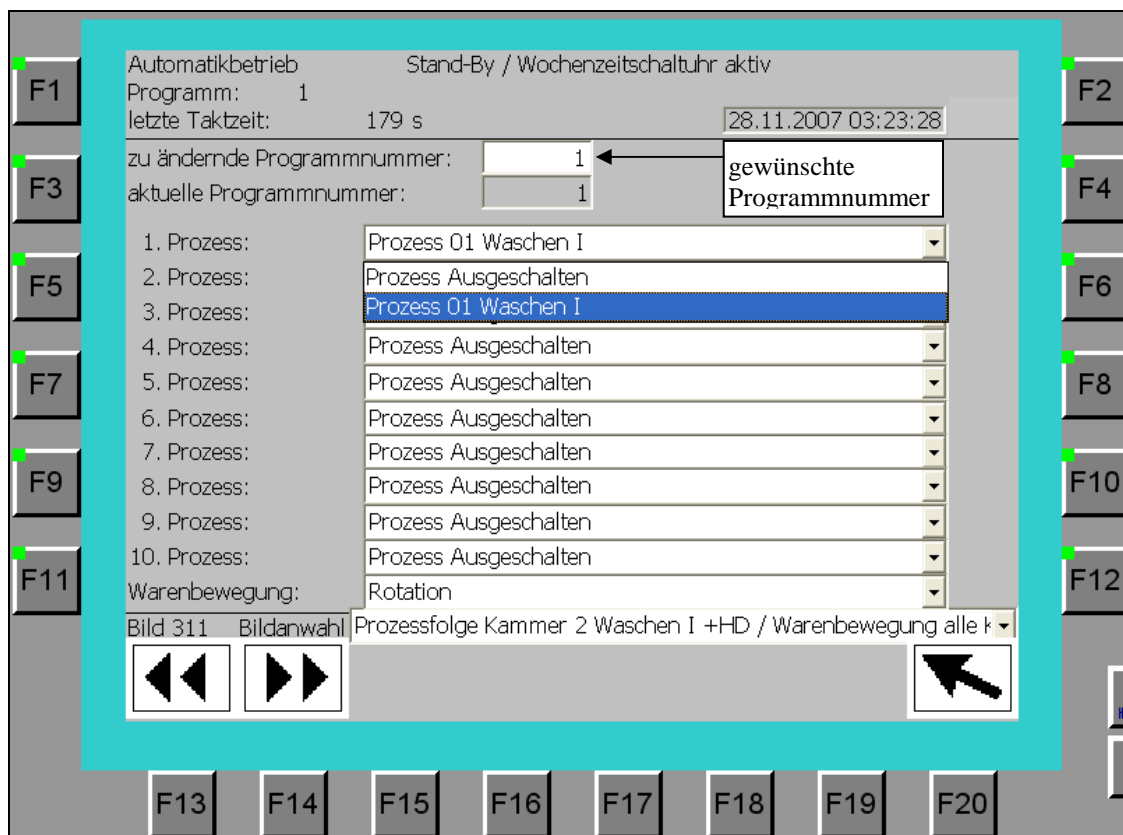

Bild 3.0
- Mit den Funktionstasten **F13** oder **F14** auf unten stehendes Bild 3.0 gehen, bzw. dieses Bild direkt über die Bildanwahlleiste auswählen, dazu geht man mit dem Cursor auf die Bildanwahlleiste, betätigt die ENTER-Taste und wählt mit den Pfeiltasten das gewünschte Bild 3.0 (hier Bild 311, Bildnummer entspricht der am MP) aus, Anwahl muss immer mit ENTER bestätigt werden.
- Zuerst immer die Nummer des zu bearbeitenden Programms eintragen, siehe Bild 3.0 und mit ENTER übernehmen.
- Dazu mit der Pfeiltaste auf das gewünschte Eingabefeld gehen und die Auswahl mit ENTER anwählen, siehe Bild 3.0, mit dem Cursor die Auswahl treffen, wird blau hinterlegt und mit der ENTER-Taste übernehmen.
- In die Bilder zur Anwahl der Hauptprozesse (Bild 311-314 im MB277) gelangt man aus oben stehenden Bild 3.0 mit den Funktionstasten **F13/F14** oder über die Bildanwahlleiste.